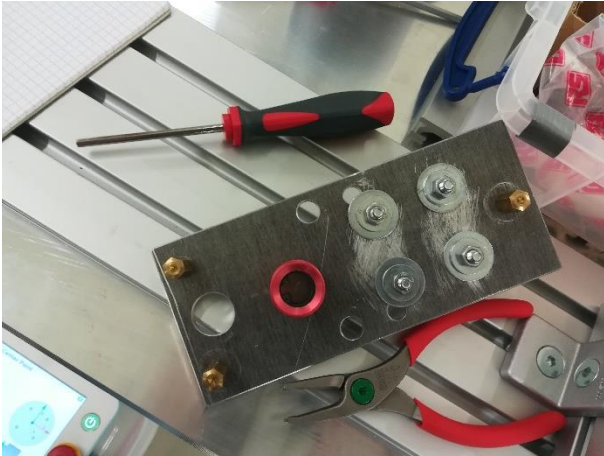

Figure 1: Nest (rotes Bauteil) für die Befestigung eines RRR
- Nest für einen Red Ring Reflector (RRR), eine Kugel mit 1,5“ Durchmesser von Leica (siehe Fig. 1 – 3). Dabei wird der RRR mittels eines Magneten, der im Nest mit Federn gehalten wird, am Nestaufsatz befestigt.